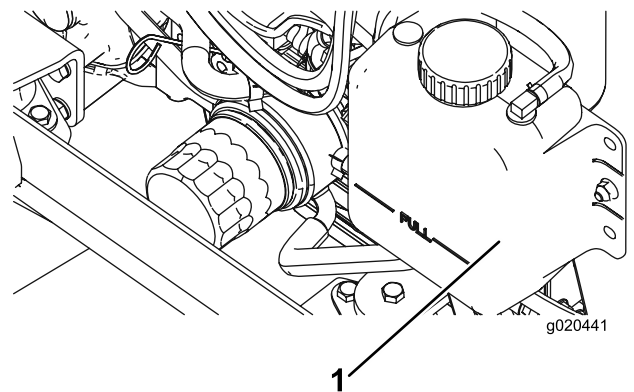

Figura 71
1. Retire cuidadosamente a tampa do radiador e a tampa do depósito de expansão (Figura 71).